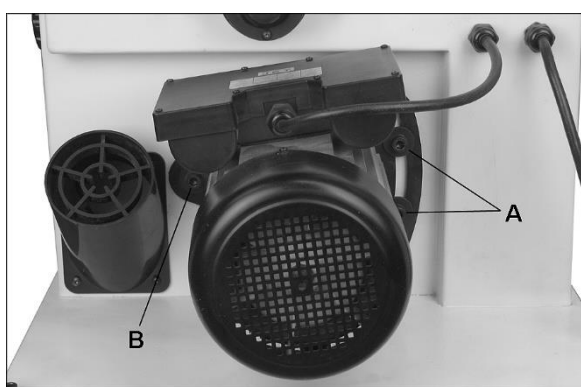

Рис. 33
3. Ослабьте винты держателя двигателя (А, Рис. 33). При необходимости слегка ослабьте поворотный винт (В). Приподнимите двигатель, чтобы снять натяжение с ремня, и затяните винты (А), чтобы зафиксировать двигатель в приподнятом положении.